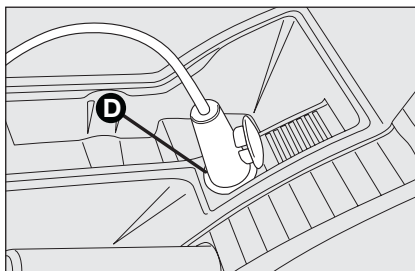
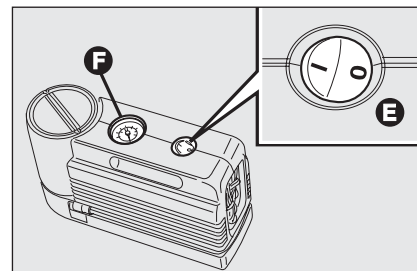

fig. 16
fig. 17
- s'assurer que l'interrupteur **E**-fig. 17 du compresseur soit en position **0** (éteint), lancer le moteur, introduire la goupille **D**-fig. 16 dans la prise de l'allume-cigares et actionner le compresseur en plaçant l'interrupteur **E**-fig. 17 en position **I** (allumé). Gonfler le pneu à la pression prescrite dans le paragraphe "Pression de gonflage" au chapitre "Caractéristiques Techniques". Pour obtenir une lecture plus précise, il est conseillé de vérifier la valeur de la pression sur le manomètre **F**-fig. 17 le compresseur éteint;